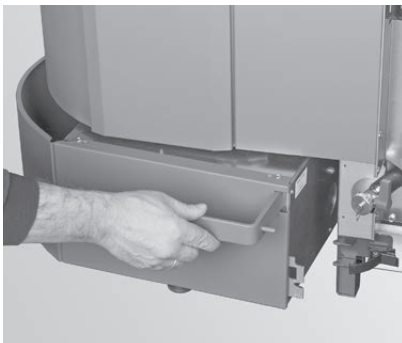

Fig. 47 Aschebox leicht nach links drücken
- ▶ Aschebox leicht nach links schieben und herausziehen – Fig. 47, Fig. 48.